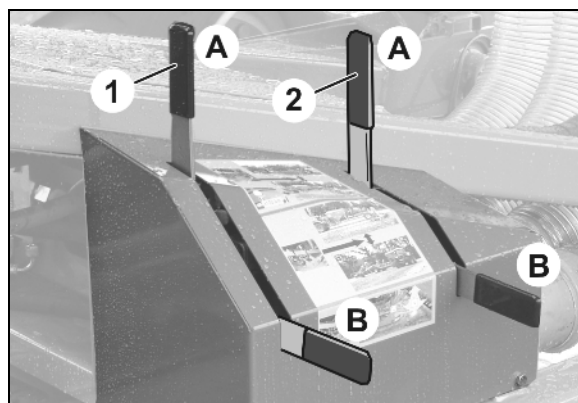

Fig. 114
1. AMALOG+: Lever 2 in position B (Fig. 114)